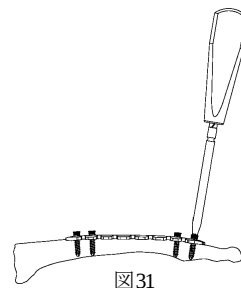

図31
- 3) 遠位側3.5 ロッキングスクリューより抜去し、続いて近位側3.5 ロッキングスクリューを抜去します。(図31)